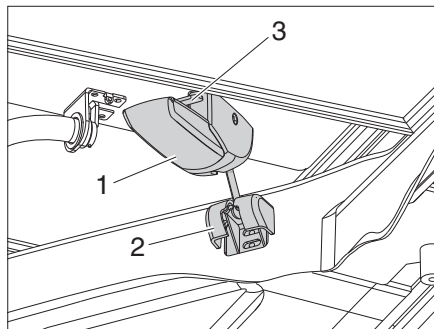

Figura 44 Desactivar los bloqueos
- Pulsar la palanca de seguridad (Figura 44,3) hacia arriba y simultáneamente tirar del dispositivo de bloqueo (Figura 44,1) a la izquierda y a la derecha hacia abajo.
- Retirar el perno (Figura 44,2) del soporte.